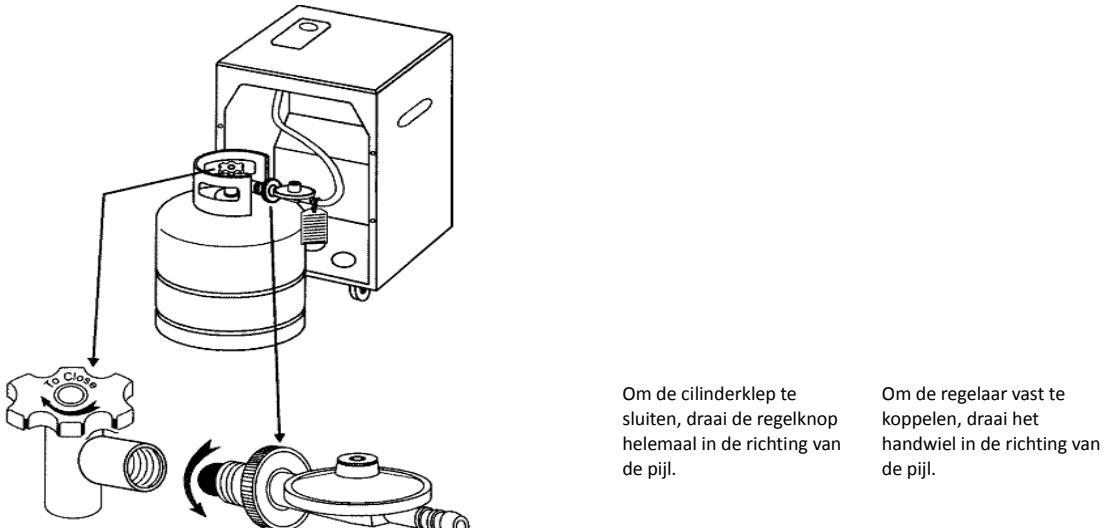

Fig.1
- Schroef de regelaar tegen de klok in op de uitmonding van de gasfles. Alleen met de hand aandraaien. Gebruik geen (Engelse) schroefsleutel. Schroef het totdat de moer helemaal vast zit (fig. 1).